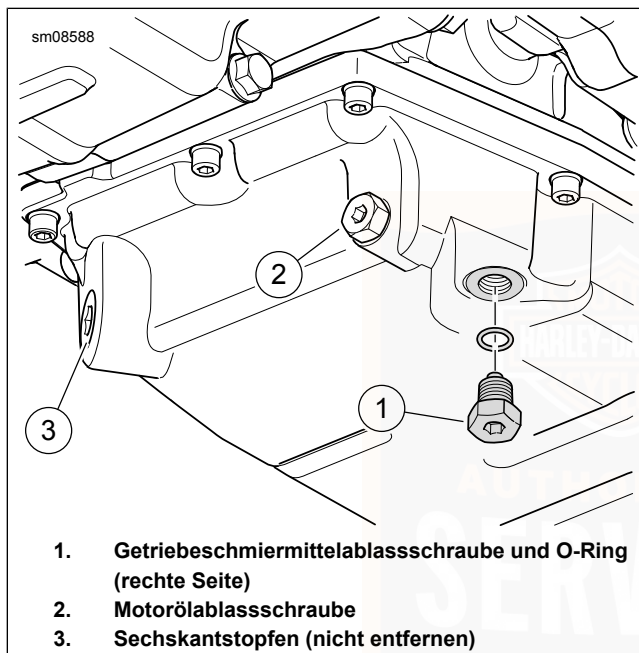

Abbildung 67. Getriebeschmiermittelablass
2. Siehe Abbildung 67. Die Getriebeschmiermittel-Ablassschraube entfernen. Getriebe entleeren.